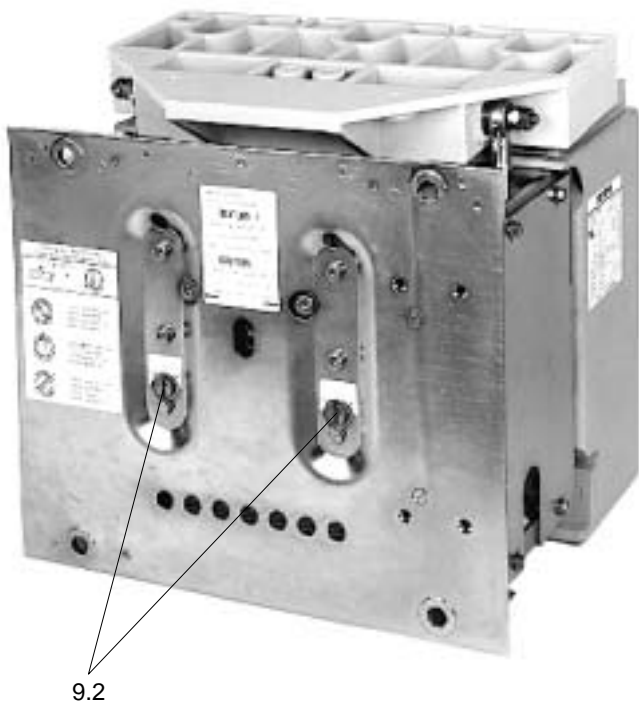

Fig. 30
- Eindrücken der beiden Einstellstücke (9.2, Fig. 30) mit einem Schraubendreher bis sich das Einstellstück drehen läßt (kein Anschlag vorhanden!).
- Press in both setting plugs (9.2, Fig. 30) using a screw driver until the setting plug can be turned. (no provided!)